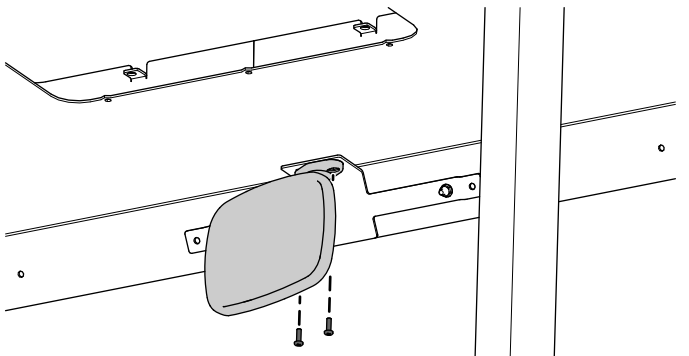

Bild 6
3. Befestigen Sie den Spiegel mit den zwei Kopfschrauben (Nr. 10 x $\frac{5}{8}$ ") an der Spiegelbefestigung, wie in Bild 6 dargestellt.